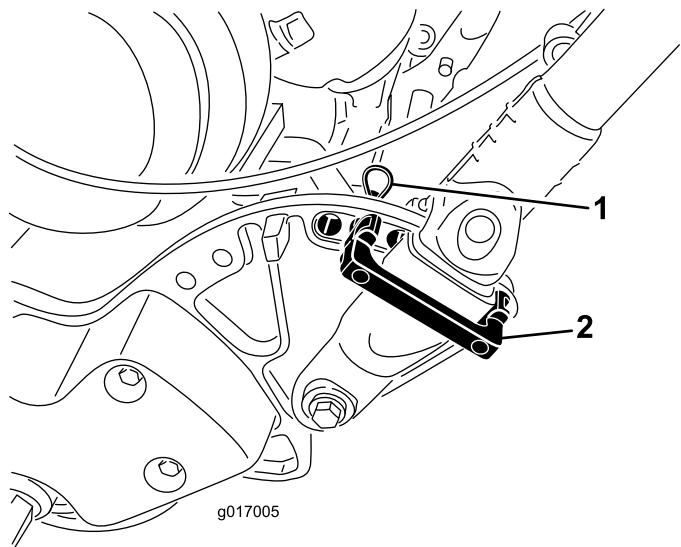

Figura 6
1. Sujete el manillar mientras retira los sujetacables que sujetan las abrazaderas a las chapas laterales (**Figura 6**).
2. Gire el manillar a la posición deseada, inserte un seguro de retención por encima de la abrazadera del manillar y a través de los taladros correspondientes de la chapa lateral (Figura 6).
3. Sujete la abrazadera con un pasador de horquilla (Figura 6).